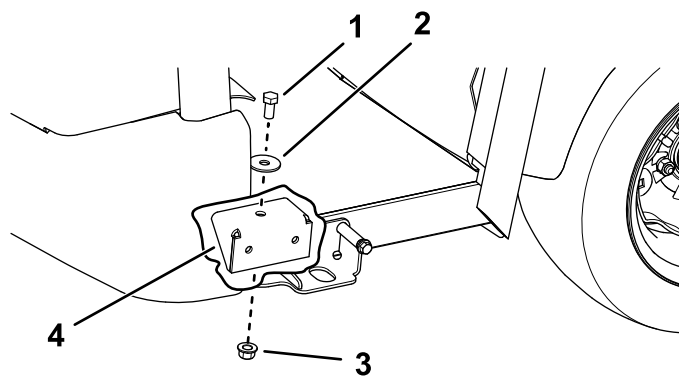

Figura 27
5. Instale os suportes de montagem dianteiros da cabina utilizando um parafuso de cabeça hexagonal (7/16 pol.), uma anilha de encosto e uma porca de bloqueio ($\frac{1}{2}$ pol.) de cada lado (Figura 27).